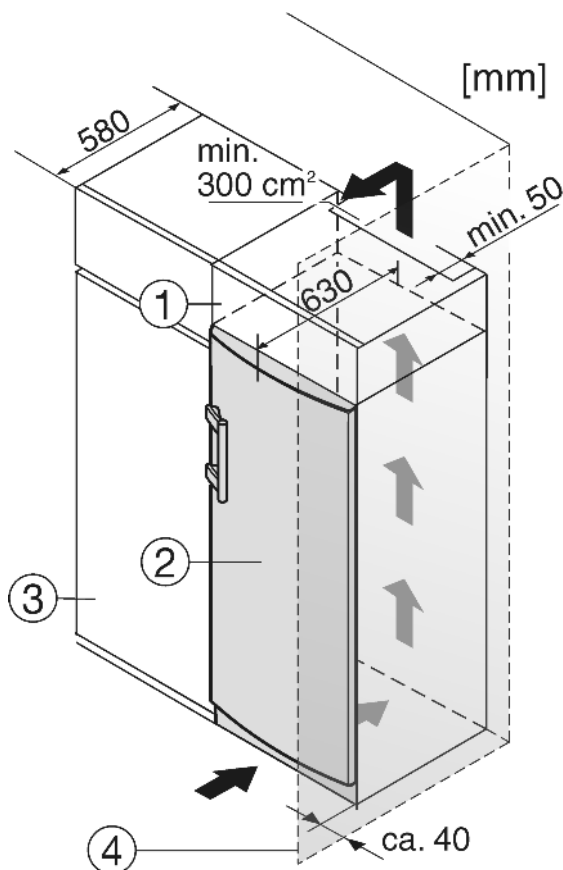

Fig. 8
- (1) Дополнительный шкафчик
- (2) Устройство
- (3) Кухонный шкаф
- (4) Стенка
При комбинировании с обычными кухонными шкафами (глубина макс. 580 мм) устройство можно установить непосредственно рядом с кухонным шкафом Fig. 8 (3). Дверь устройства выступает по сторонам на 34 мм и по центру устройства на 50 мм относительно передней стенки кухонного шкафа. Поэтому ее можно свободно открывать и закрывать.
Если устройство установлено на шарнирах у стены Fig. 8 (4), то расстояние между устройством и стеной должно быть не менее 40 мм. Настолько выступает ручка при открытой дверце.